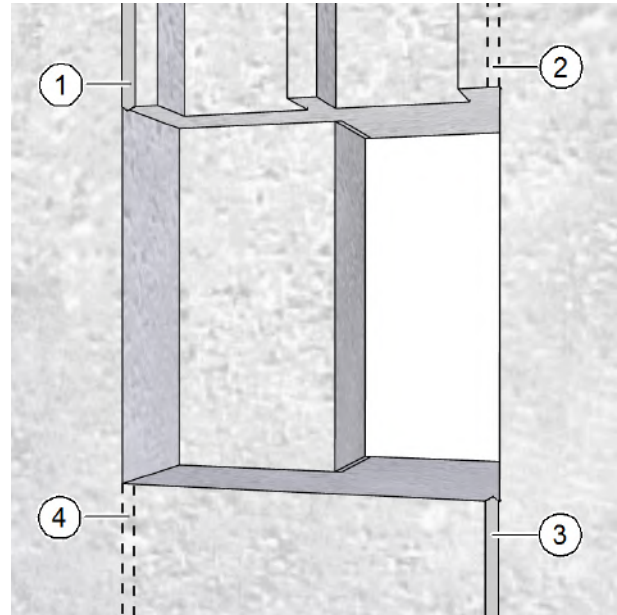

Abb. 12: Mauernuten für Anschlusskabel fräsen
- ▶ Fräsen Sie einen Kabelkanal für das Netzkabel (Pos. 1 in Abb. 12) und ggf. einen Kabelkanal für das Steuerkabel (Pos. 3 in Abb. 12).
- Die Mauernuten in Abb. 12 sind beispielhaft. Alternative Kabelkanäle sind gestrichelt dargestellt (Pos. 2 und 4 in Abb. 12). Für die spätere Elektroinstallation empfiehlt es sich, das Netzkabel von links und ggf. das Steuerkabel von rechts an den Mauerdurchbruch heranzuführen.